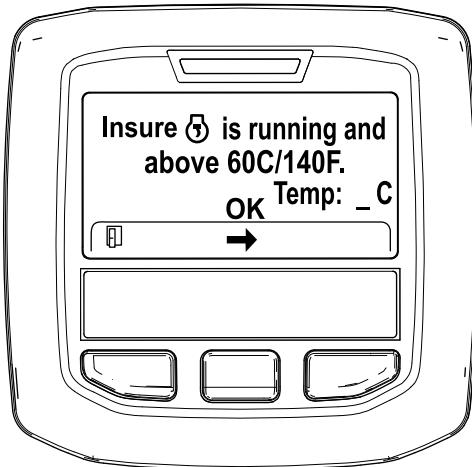

Figura 48
- Se a temperatura do líquido de refrigeração for inferior a 60°C, surge a mensagem “Insure  is running and above 60°C/140°F” (Confirme que está a trabalhar e acima de 60°C/140°F) (Figura 48).